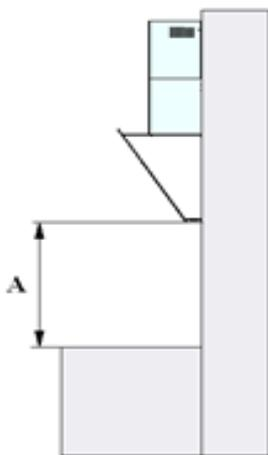

Рис. 2
- Приставьте корпус вытяжки к стене, соблюдая минимальное расстояние от нижнего края вытяжки до опорной поверхности посуды на варочной панели (рис. 2).